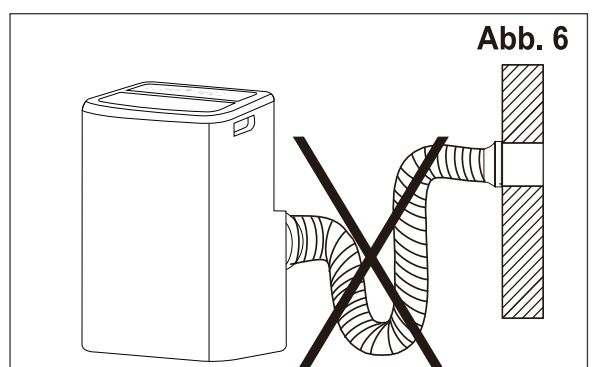

**Abb. 4**
3. Schließen Sie das Anschlussstück A am Gerät an. (Abb. 4).